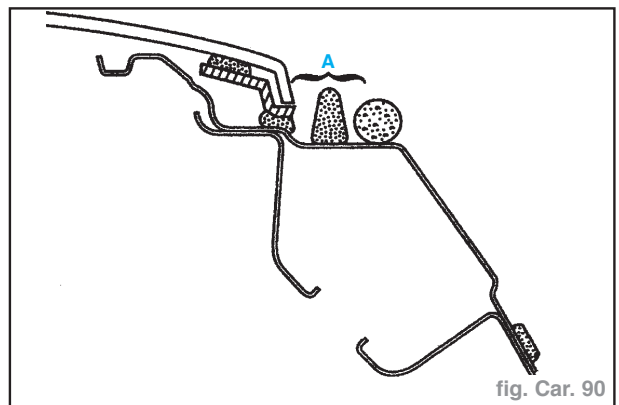

fig. Car. 90
Attention : - Dans la zones (A) extruder le cordon entre le pavillon et le profil mousse référence **77 11 170 210 (3M 9973)** (fig. Car. 90).